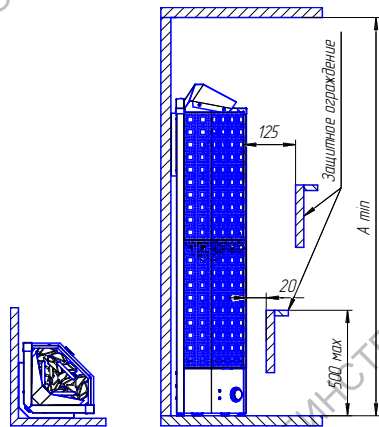

Рис. 1 Безопасные расстояния
6.1. ВЫБОР МОЩНОСТИ каменки необходимо производить с учетом размеров сауны (п.2.), помещения парилки (п.п.6.2.), а также расстояний от каменки до стен, потолка, пола в соответствии с размерами указанными на Рис.1, таблица 3 «Безопасные расстояния». Каменка со слишком большой мощностью нагреет сауну слишком быстро, камни не успеют хорошо прогреться и вода, политая на камни, вместо того, чтобы превратиться в пар, просто стечет. С другой стороны, при недостаточно мощной каменке, процесс нагрева сауны будет нежелательно долгим, что сокращает срок службы нагревательных элементов.
должны иметь огнезащитную панель из листового металла с теплоизоляцией из листового асбеста или минваты, на полу так же должен располагаться слой теплоизоляции. Установку защитной решетки вокруг каменки следует производить на расстояниях согласно рис.1 "Безопасные расстояния".